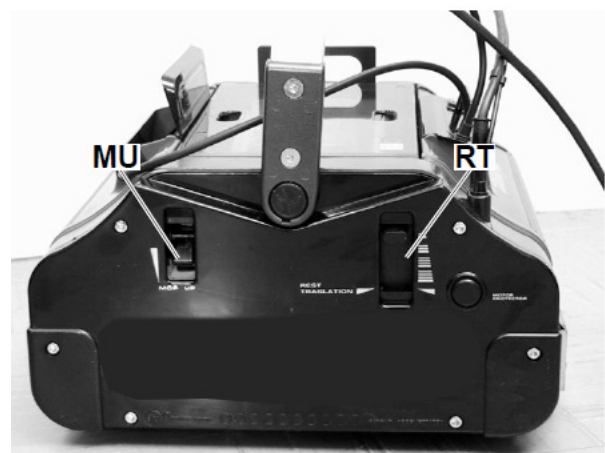

Abb. 3: Zusatzgestell für den Transport
Schritt 2: Den Regler (Abb. 3) auf die Position RT (REST TRASLATION) stellen.
Lagern Sie die Doppelwalzenmaschine in einer trockenen, sauberen und frostfreien Umgebung. Stellen Sie sicher, dass das Gerät in Ruhestellung nicht auf den Bürsten aufsitzt, sondern von den vier Rollen gestützt wird, die automatisch heraustreten, wenn der Regler auf „RT“ (Abb.3) gestellt wurde. Andernfalls könnte das Gewicht des Gerätes eine Verformung der Bürsten verursachen.